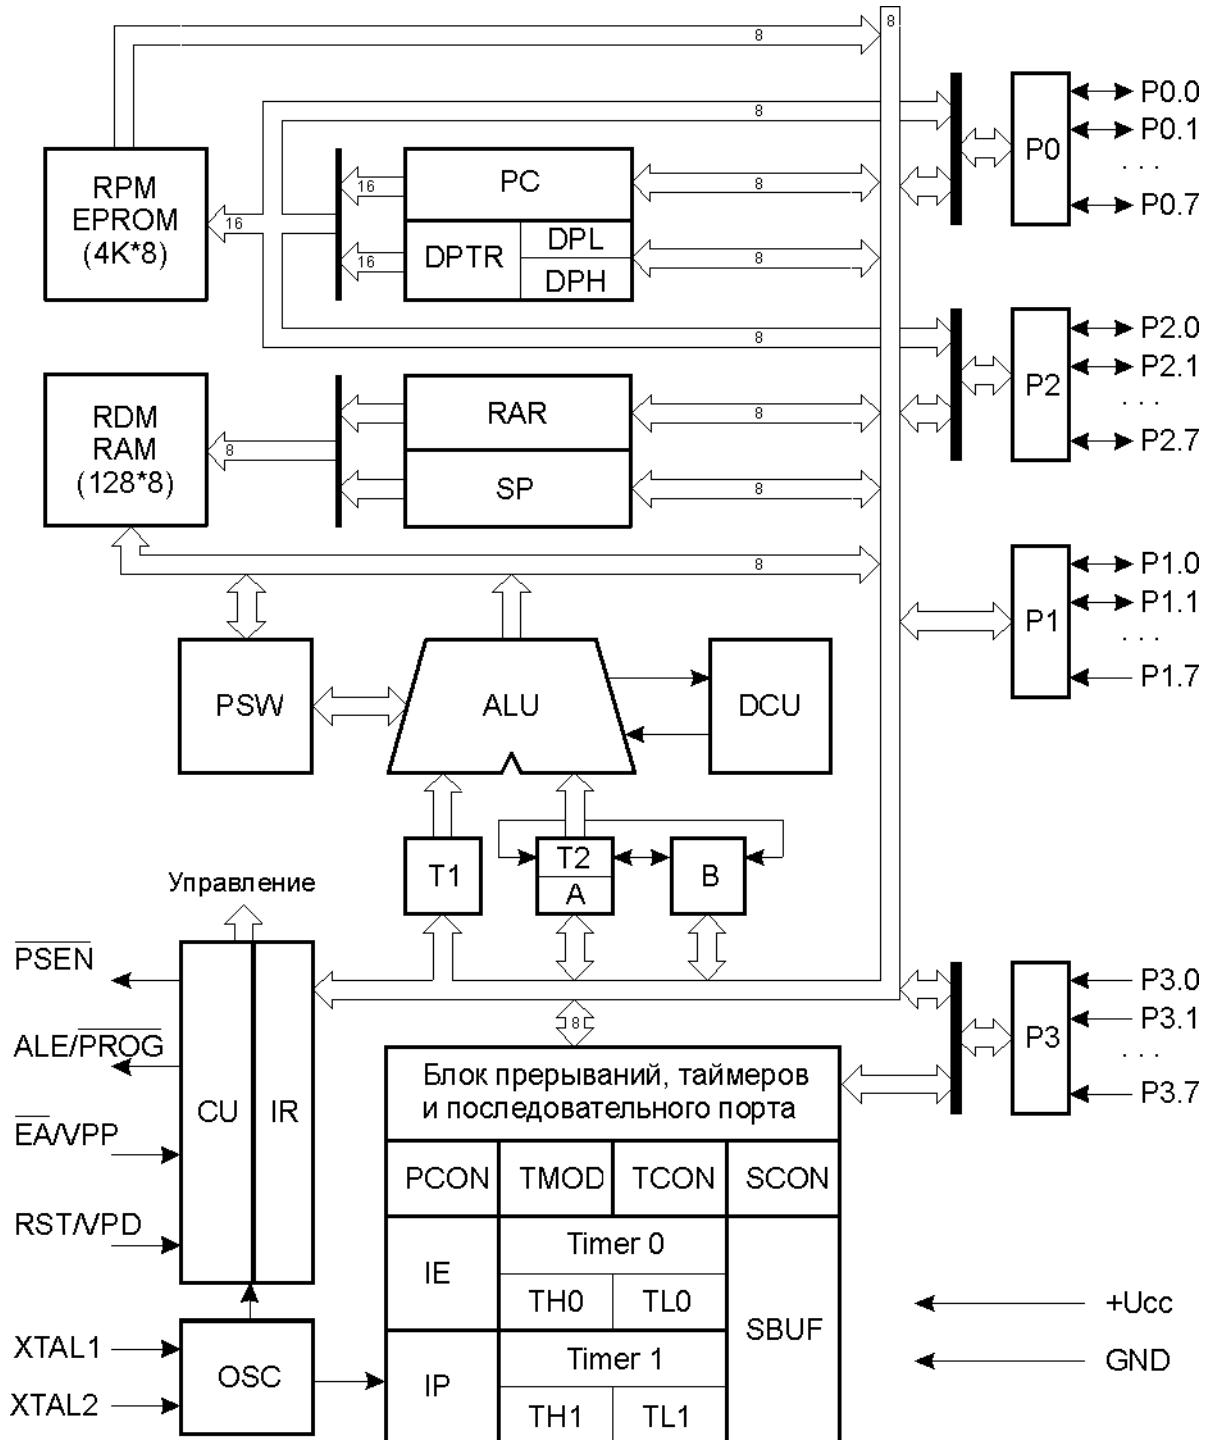

Рис. 1. Структурная схема микроконтроллера KM1816BE51
Микроконтроллер выполнен на основе высокогоуровневой n-MOP технологии. Через четыре программируемых параллельных порта ввода/вывода и один последовательныйпорт микроконтроллер взаимодействует с внешними устройствами. Основу структурной схемы (рис. 1) образует внутренняя двунаправленная 8-битная шина, которая связывает между собой основные узлы и устройства микроконтроллера: резидентную память программ (RPM), резидентную память данных (RDM), арифметико-логическое устройство (ALU), блок регистров специальных функций, устройство управления (CU) и порты ввода/вывода (P0-P3).